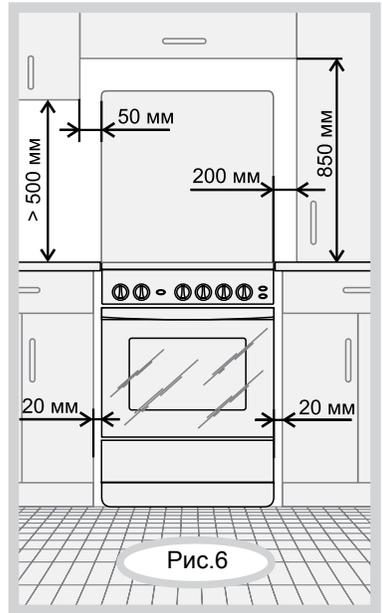

Рис.6
- Расстояния, которые необходимо выдержать при установке плиты, показаны на рис.6. Задняя стенка плиты должна отстоять от поверхности стены не менее чем на 50 мм. Торцы мебели на уровне варочной поверхности стола защитить металлическими накладками. Стена в местах установки плиты должна быть выполнена из негорючего материала. Кухонные полотенца, шторы и т.п. должны находиться на безопасном расстоянии, исключающем их воспламенение.